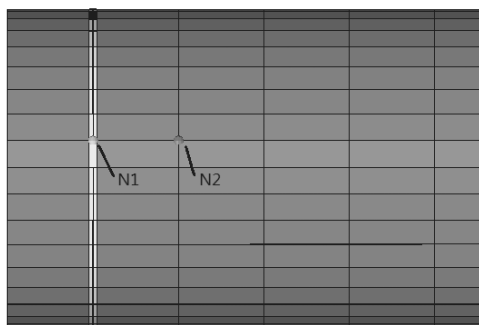
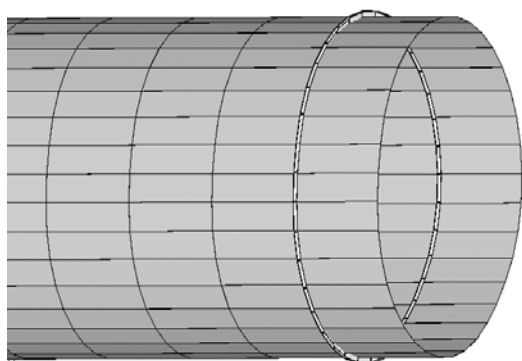

图 7-12 确定梁截面的摆放方向
图 7-13 创建该机身框位置上其他的 CBAR
(1) 在模型浏览器中选中 `M_frame_U` 并右击，选择 `Make Current`。
(2) 选择 `1D>bars>bar2`。
(3) 单击 `property=`，选择 `frame_U`。
(4) 单击 `elem types=`，选择 `CBAR`。
(5) 在 `orientation` 下拉菜单选择 `vector>N1、N2、N3`，确定梁截面的摆放方向。
(6) 把视图调整到如图 7-12 所示角度, 使得 U 形截面框在图形区域左边, 在节点上选择 N1、N2 两点, 如图 7-12 所示, N1 在右 N2 在左。N1、N2 的方向确定了 U 形截面的摆放方向。
(7) 在左端面的第二排节点处创建梁单元, 该节点处也就是几何框的摆放位置处。
(8) 确保 node A 已经激活, 选择左端面第二排的任一节点, 然后激活 node B, 选中与 node A 节点顺时针方向相连的节点, 此时自动生成一个 CBAR 单元。
(9) 创建下一个 CBAR 单元, 以上一步的 node B 节点为新的 node A 节点, 以上一步 node B 节点顺时针方向相连的节点为新的 node B 节点, 此时生成第二个 CBAR 单元。
(10) 按照 (8) ~ (9) 步所述的方法创建该机身框位置上其他的 CBAR, 直到该位置上的 CBAR 单元首尾相连成一圈, 如图 7-13 所示。